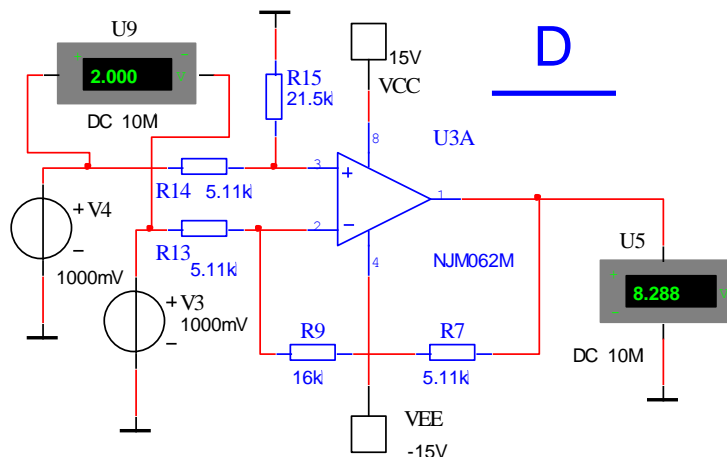

Рисунок 2.3– Принципиальная схема включения суммирующего ОУ
2.4 Активировать программу (меню «Simulate/Run») и провести эксперимент со схемой суммирующего усилителя (схема С, рисунок 2.3).